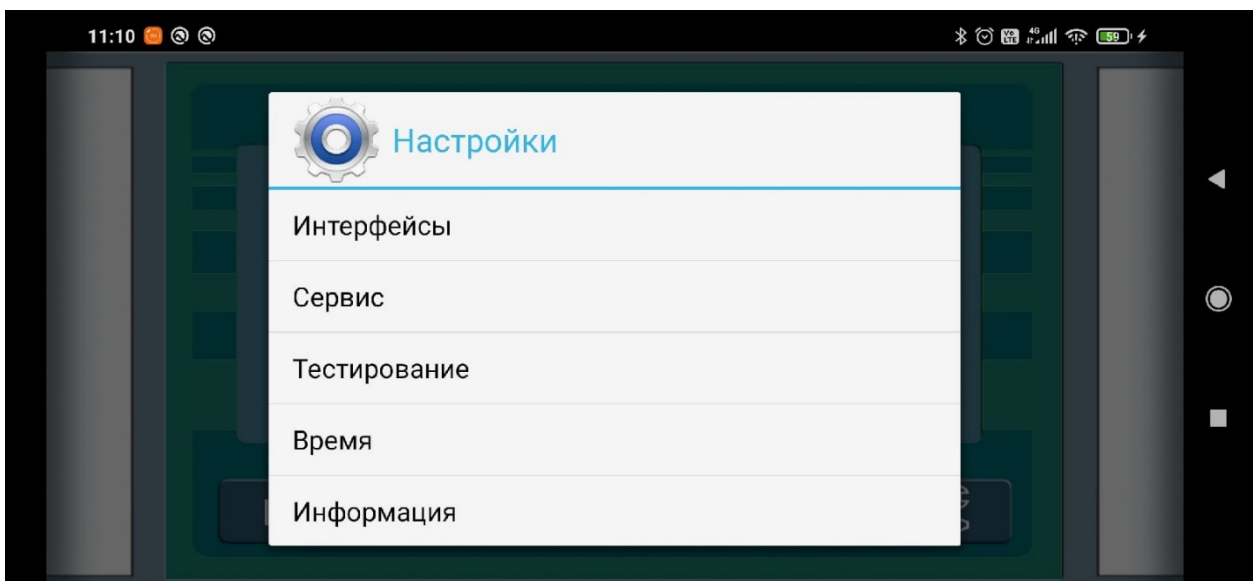

Рисунок 34 – Окно «Настройки»: уровень доступа «Сервисный»
2.3.2.8.4 Описание уровня доступа «Калибровочный» (рисунок 34).